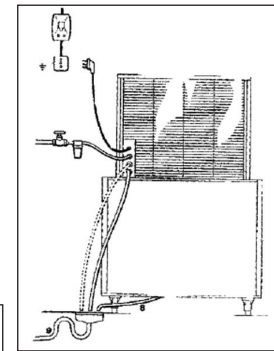

Fig. 9.
j) Raccorder le tuyau d'alimentation d'eau fourni (3/4) entre la machine et le réseau d'eau potable. Nous conseillons de poser un robinet d'arrêt (non fourni) pour des motifs pratique et de sécurité. Il est possible de poser un filtre sur le réseau pour retenir toutes les impuretés. En cas d'eau particulièrement dure, c'est à dire riche en minéraux et calcaire, il est recommandé de prévoir un adoucisseur d'eau (TH mini 15) pour éviter l'entartrage prématuré de l'appareil (Fig 9).
k) Mettre en place sur la tête de production et le bac de stockage les évacuation au moyen des deux tubes flexibles fournis. Pour une évacuation optimale, prévoir une pente minimale de 3% en prenant soin de ne pas provoquer d'étranglement ou siphon. Il convient de raccorder la tuyauterie dans un siphon ouvert. (Fig 9).